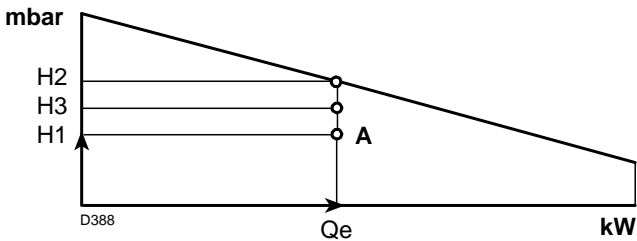

图 4
- 4 从点 A ( 图 4) 处垂直画一条线，找到出力范围内的最大压力 “H2”。
- 如果 H3 大于 H1 ( 图 4)，则燃烧器能提供所需出力。